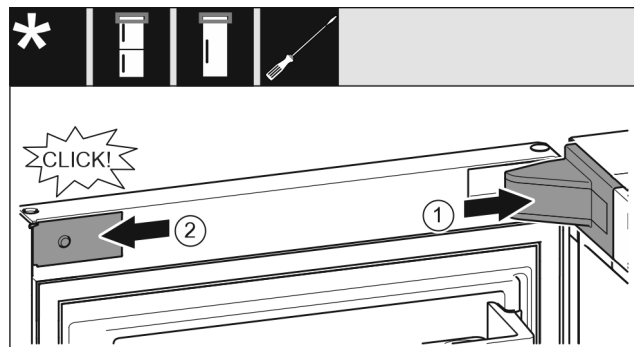

Fig. 27
- Coloque la cubierta del soporte del cojinete Fig. 27 (1) y encájela en su sitio, separándola con cuidado si es necesario.
- Coloque la tapa ciega Fig. 27 (2) lateralmente y encájela.